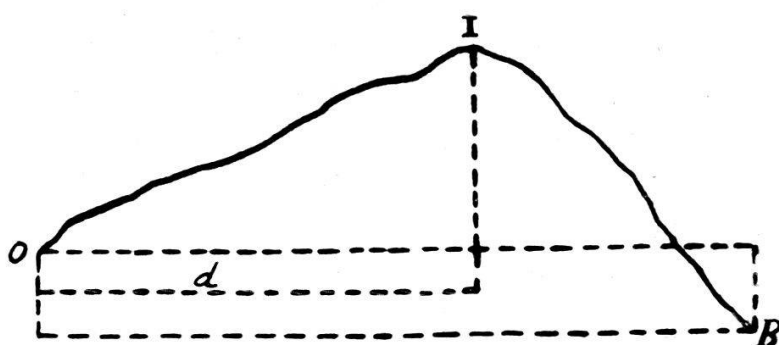

FIG. 9.
*Deuxième cas :* Le point inquiétant I (fig. 9) est invisible de la compagnie.